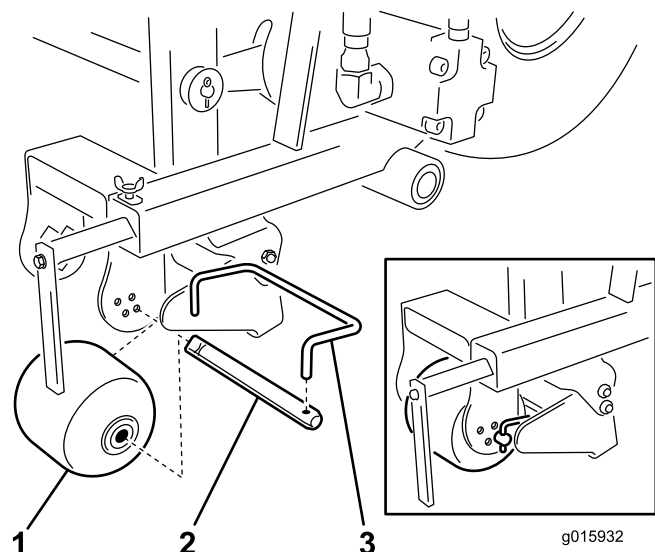

Figura 20
3. Desmonte a barra do raspador do eixo do rolo (Figura 20).
4. Retire o veio do rolo do rolo (Figura 20).